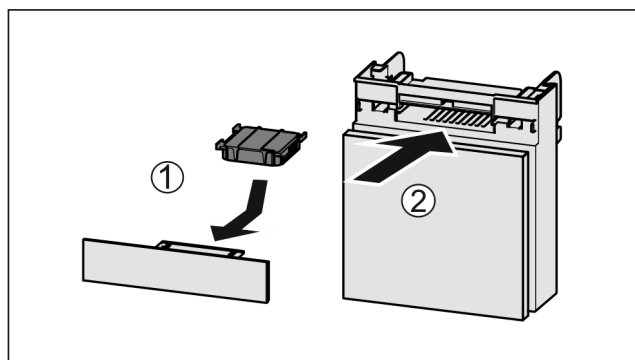

Fig. 149
- ▶ 按图装入 Fig. 149 (1) 活性炭过滤器。
- ▶ 推入 Fig. 149 (2) 抽屉。